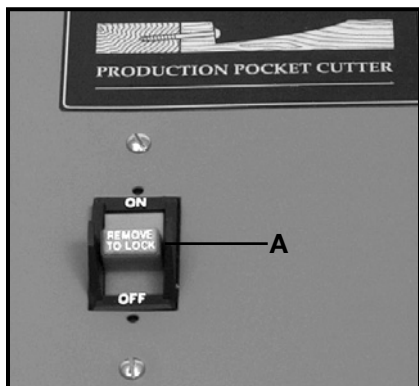

Fig. 16
2. Ponga el interruptor (A) Fig. 16, en la posición prendida, “ON”, para poner los motores en marcha.